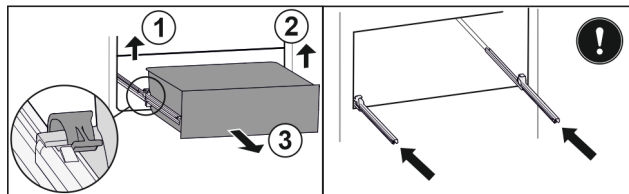

Fig. 30
- ▶ Podignite lijevu stezaljku i istovremeno izvucite ladicu lijevo prema naprijed. Fig. 30 (1)
- ▶ Podignite desnu stezaljku i istovremeno izvucite ladicu desno prema naprijed. Fig. 30 (2)
- ▶ Izvadite ladicu prema naprijed. Fig. 30 (3)